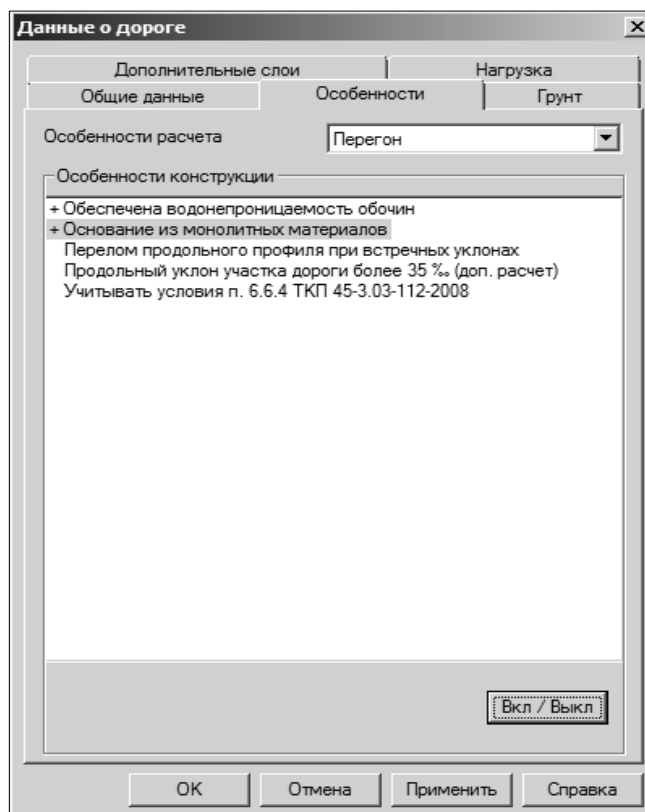

Рис.10.4. Вкладка Особенности
3.4. Во вкладке ОСОБЕННОСТИ в группе ОСОБЕННОСТИ РАСЧЕТА (рис. 10.4) назначается режим нагружения для рассчитываемого участка дороги:
3.5. В группе ОСОБЕННОСТИ КОНСТРУКЦИИ (см. рис. 10.4) перечислены особенности конструкции либо участка дороги, включение которых определенным образом влияет на расчеты в соответствии ТКП 45-3.03-112-2008. Остановимся на этом подробнее.
Для выбора особенности конструкции и ее последующего участия в расчете укажите курсором необходимое мероприятие, а затем нажмите кнопку ВКЛ/ВЫКЛ. После выбора мероприятия с левой стороны от указанной строки устанавливается значок (+) (см. рис. 10.4). Повторное нажатие кнопки ВКЛ/ВЫКЛ отменяет выбор. Выбирать мероприятие можно и двойным щелчком левой клавиши мыши.